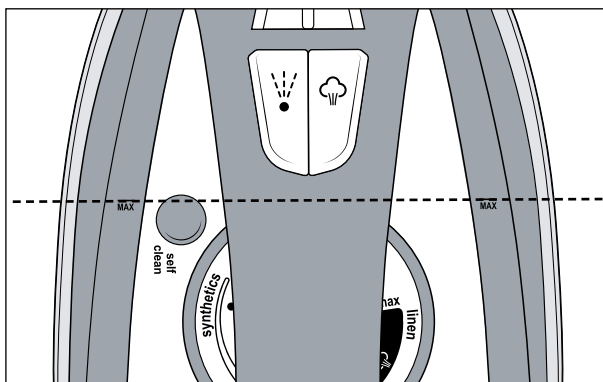

Fig. 1
- 3) Utilizando o copo de medição ⑫, encha o depósito de água ②, no máximo até à marcação **MAX** (ver fig. 1).